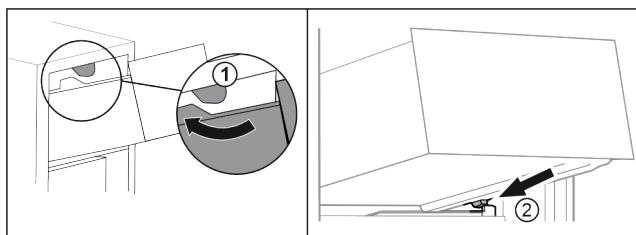

Fig. 21
- ▶ Ved'te zásuvku podél horních zářezek Fig. 21 (1).
- ▶ Nasadíte zásuvku šikmo za dolní zářezky na žebrování na nádoby Fig. 21 (2).